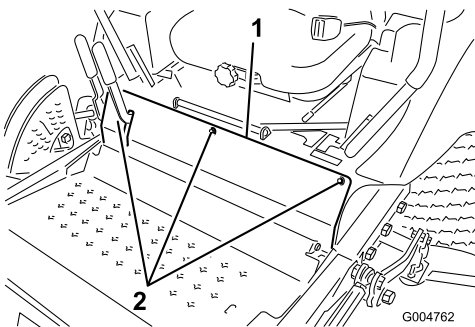

Figura 59
2. Retire os parafusos que fixam o painel dianteiro e retire o painel (Figura 59).